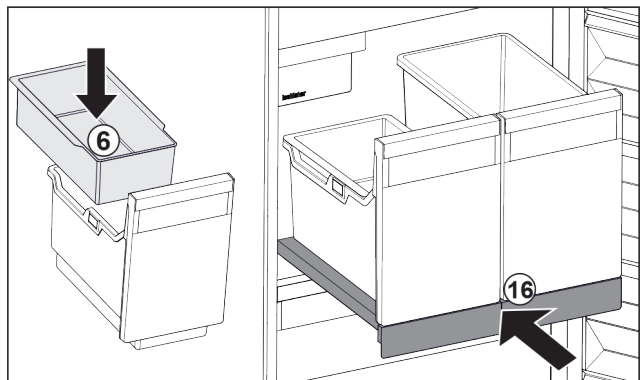

Fig. 25
- ▶ Installer le balconnet Fig. 25 (6) pour glaçons.